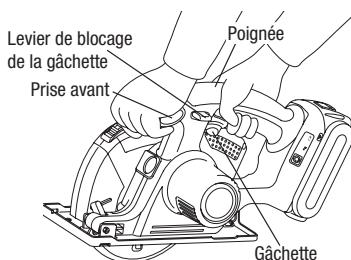

Fig. 5
- Tenir l'outil des deux mains (Fig. 5). Ne pas tenter d'enlever du matériau coupé alors que la lame est en mouvement.
- Toujours tenir la poignée d'une main et la prise avant de l'autre (Fig. 5). Tenir fermement l'outil et enfoncez complètement la gâchette.